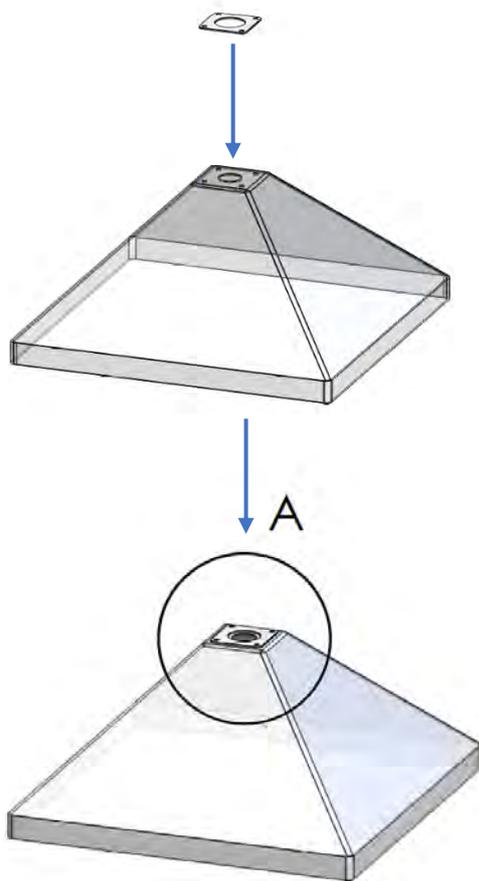

Figure 6
1. Placez la plaque prévue à cet effet à l'extrémité supérieure de la coupole en vous assurant qu'elle est parfaitement centrée par rapport au trou de la coupole elle-même. Figures 6 et 7 ;